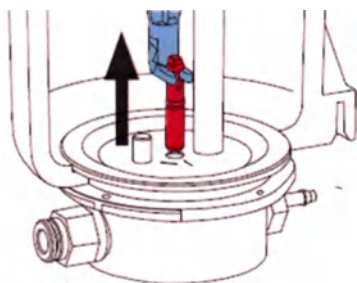

Рис.27
- Дозирующий ниппель вытянуть с помощью инструмента (рис.27)